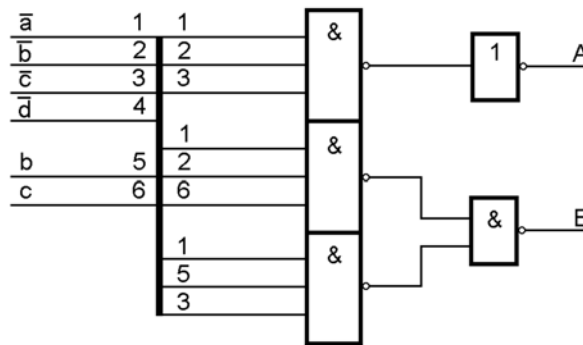

Abb. 3
3. Abb. 3 zeigt den Schaltplan eines kombinatorischen Netzwerks. Geben Sie die Schaltgleichungen für beide Ausgangssignale A, B an.